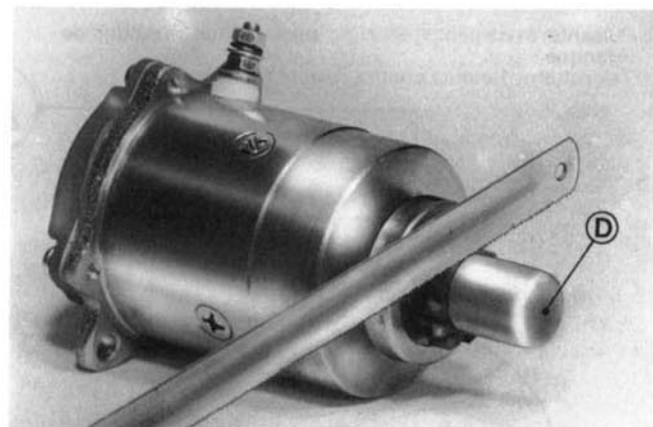

Fig. 29
1) Cut with a hack-saw the collar of the protection cap "D" (fig. 29) and by means of two screwdrivers remove it.
1) Hacer una incisión, mediante una hoja de sierra, sobre el collar achaflanado del capuchón "D" de protección ver fig. 29) y, con la extremidad de dos destornilladores, sacar el capuchón mismo.
Upper ring nut of steering column (page 34, fig. 29 of Service Station Manual): operate as indicated on the Manual, but using the new wrench 19.1.20055 instead of the wrench 0014566.
Tuerca cojinete superior dirección (pág. 34, fig. 29 del Manual para Estaciones de Servicio): operar como se ha indicado en el manual empleando la nueva llave 19.1.20055 en lugar de la llave 0014566.